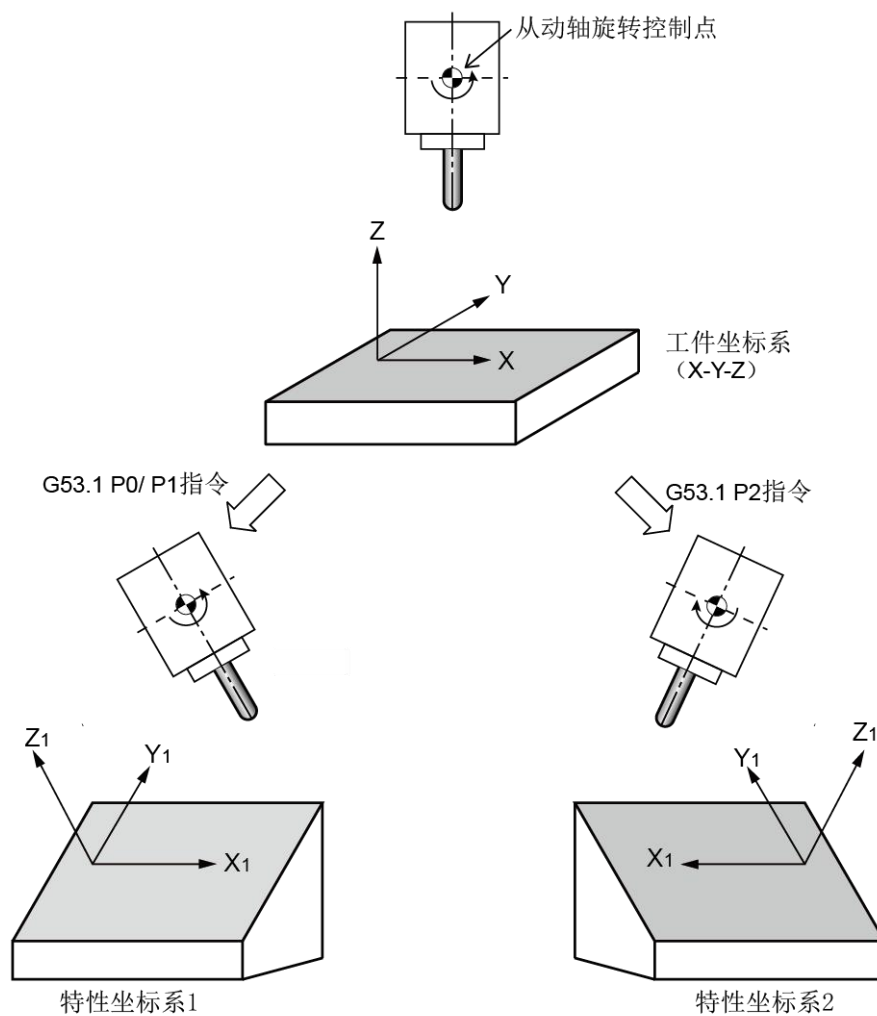

图 16-8 运动方向选择
- (1) G53.1 指令只能在 G68.2 模态下执行。
- (2) G53.1 指令控制刀具轴向时，只有旋转轴运动，移动轴 X/Y/Z 不动，使刀具轴向变成特性坐标系的 Z+方向。
- (3) 一般情况下 G53.1 刀具轴方向定位，旋转轴运动方式有两个解，采用同行 P 指令选择使用哪个解进行刀具轴方向定位。P0/1：采用第二转轴正解值，P2：采用第二转轴负解值。P 指令无输入时，默认使用 P0/1，如图 16-8 所示。
- (4) G53.1 刀具轴方向定位动作时，机床旋转轴可能会有移动，需要将刀具抬到安全高度再进行 G53.1 动作，避免造成工件干涉。
- (5) G53.1 不可以在以下模态下指定：G02/G03，G12 极坐标，G41/G42，G43.4/G43.6，G66，G81 等固定循环模态，G68/G51/G51.1 旋转/镜像/缩放。